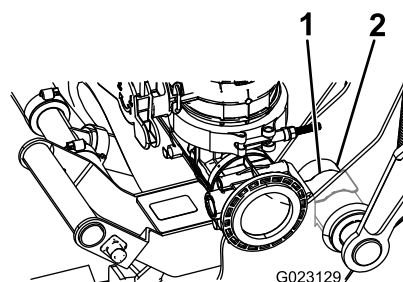

Bild 12
- D. Drücken Sie, bis die Klemme über dem Schwenkgehäuse einrastet, wie in Bild 12 abgebildet.